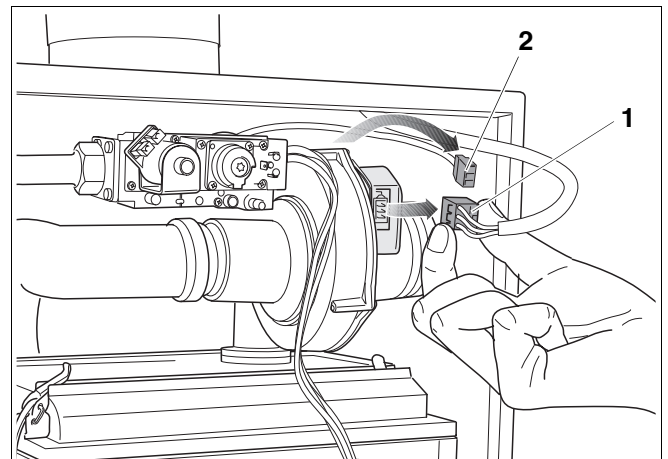

Рис. 112 Извлечение штекера на вентиляторе
- Отсоединить штекер подключения к сети (рис. 112, поз. 1) на вентиляторе.
- Отсоединить штекер тахокабеля (рис. 112, поз. 2) на вентиляторе. Для этого деблокировать штекер, нажав фиксатор